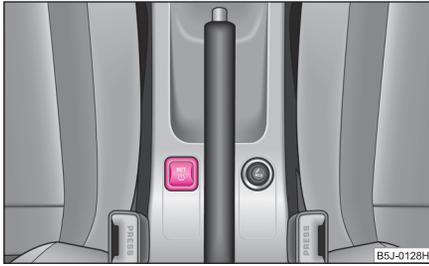

Abb. 147 Taste zum Einstellen des Reifendruck-Kontrollwertes
- Drücken Sie die Taste **SET** (L) ⇒ Abb. 147 länger als 2 Sekunden. Während des Drückens der Taste leuchtet die Kontrollleuchte (L). Gleichzeitig werden die Grundwerte gespeichert, was mit einem akustischen Signal und anschließendem Erlischen der Kontrollleuchte (L) bestätigt wird.
- Wenn die Kontrollleuchte (L) nach der Grundeinstellung nicht erlischt, liegt ein Fehler im System vor. Suchen Sie den nächsten Fachbetrieb auf.